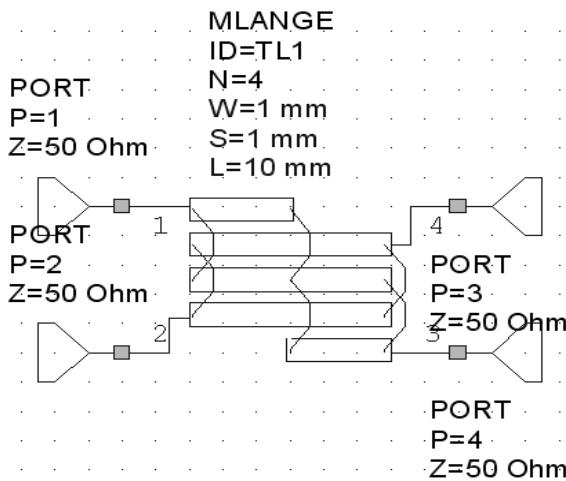

Рис. 2.5
3.3. Щелкните мышкой по значку **Port** на панели инструментов и подключите порт к плечу **1** элемента **MLANGE**. Аналогично подключите порт к плечу **2**. Затем подключите порты к плечам **3** и **4**, два раза щелкнув мышкой, чтобы развернуть эти порты на 180° . Полученная схема показана на рис. 2.5.